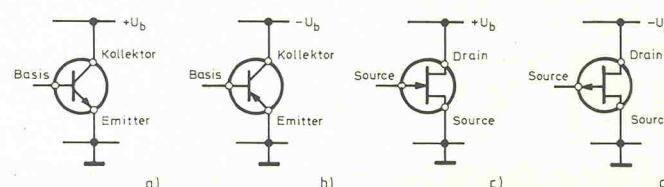

Bild 1. Schaltsymbole der Bipolartransistoren und der entsprechenden FETs mit Anschlußbezeichnungen und Polarität der Betriebsspannung.
Die Schaltsymbole der Transistoren und die zugehörigen Polaritäten der Betriebsspannung sind in Bild 1 dargestellt. Zu bemerken ist noch, daß die Schaltsymbole die sogenannten 'Sperrsicht-FETs' repräsentieren (engl. 'Junction Type Field Effect Transistor' oder JFET). Bild 2 verdeutlicht den inneren Aufbau und die Wirkungsweise eines N-Kanal-JFETs. Er be-
1. Wird ein Sperrsicht-FET mit der in Bild 1 gezeigten Betriebsspannungspolarität angeschlossen (Drain an $+U_b$ für einen N-Kanal-FET, $-U_b$ für einen P-Kanal-FET), fließt ein bestimmter Drainstrom I_d . Die Höhe des Stroms ist mit der Gate-Source-Vorspannung U_{gs} beeinflußbar.